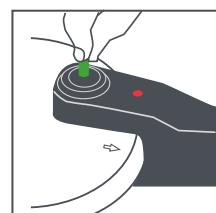

Fig. 13
Válvula de trabalho (3) (modelo Level). É o êmbolo verde com aros, segure-o e puxe-o para fora - sente-se uma leve resistência e observa-se a saída dos aros indicadores de pressão. Ao soltar, o êmbolo volta rapidamente à sua posição inicial (Fig. 13).